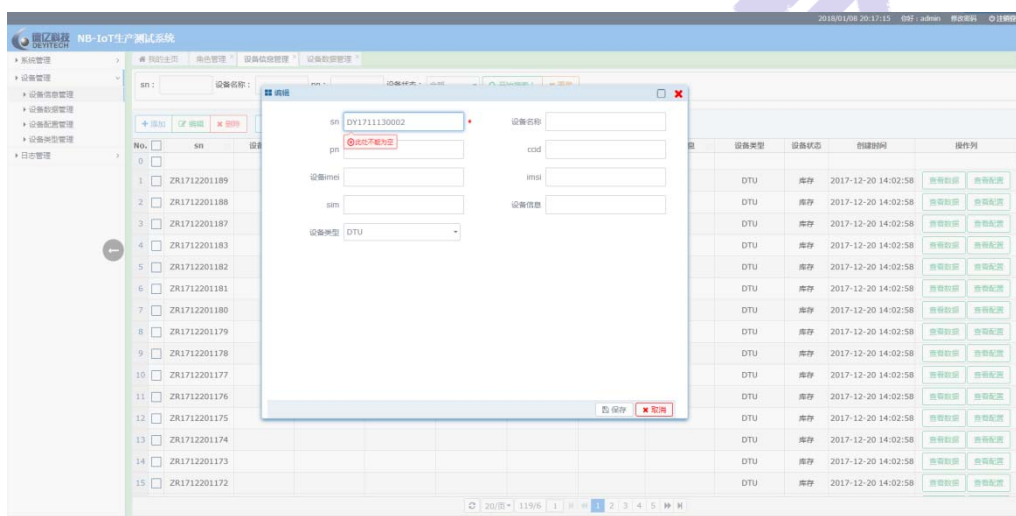

图 1-9 添加设备信息
(1) 添加设备信息。单击【设备信息管理】，添加一条新的设备信息，其中所添加的设备数据参数，其中 sn【此处不能为空】，如图 1-9 所示。